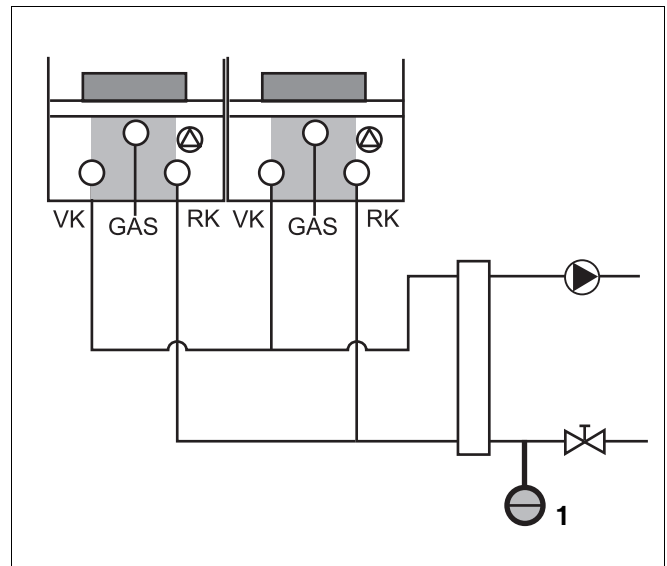

Fig. 22 Aansluiten expansievat bij meervoudige opstelling (Cascadeopstelling)
- Sluit in dit geval het expansievat **[1]** aan de secundaire zijde van de open verdeler aan in de retour, zodat elk cv-toestel in verbinding met het expansievat staat (→ fig. 22). Zie voor meer informatie hierover de installatie-instructie van het cacadesysteem.